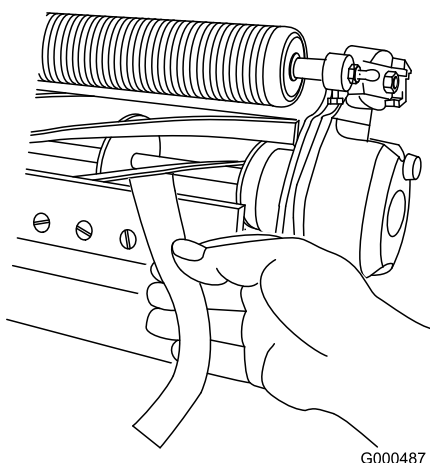

Figure 11
3. À une extrémité du cylindre, insérez une longue bande de papier journal entre le cylindre et la contre-lame (Figure 11). Tout en tournant lentement le cylindre en avant, tournez la vis de réglage de la barre d'appui dans le sens horaire (du même côté du cylindre), un cran à la fois, jusqu'à ce que le papier soit pincé légèrement lorsque vous l'introduisez par l'avant, parallèle à la contre-lame. Vous devriez sentir une légère résistance lorsque vous tirez sur le papier.
5. Vérifiez ensuite si le cylindre peut saisir le morceau de papier inséré par l'avant et le couper lorsqu'il est inséré perpendiculairement à la contre-lame (Figure 11). Normalement, le papier doit être coupé avec un minimum de contact entre la contre-lame et les lames du cylindre. Si le cylindre semble frotter excessivement; il faudra éventuellement roder ou affûter les lames pour obtenir les tranchants nécessaires à une tonte de précision (voir le Manuel d'affûtage Toro).